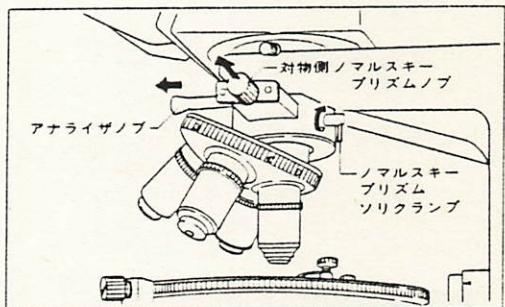

図13
- 2) アナライザノブを引いて、アナライザを光路より外し、ノマルスキーブリズムソリクランプを緩めてから、対物側ノマルスキーブリズムを引いて、光路より外します。 (図13)